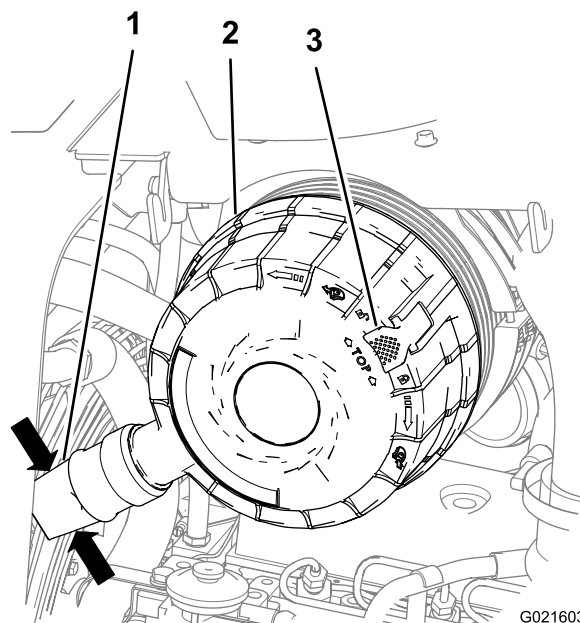

Figure 78
3. Serrez les côtés de la valve sur le couvercle du filtre à air pour évacuer l'eau, la poussière ou les saletés éventuellement accumulées sur la valve (Figure 78).
5. Tirez le verrou du couvercle du filtre à air vers l'extérieur (Figure 78).